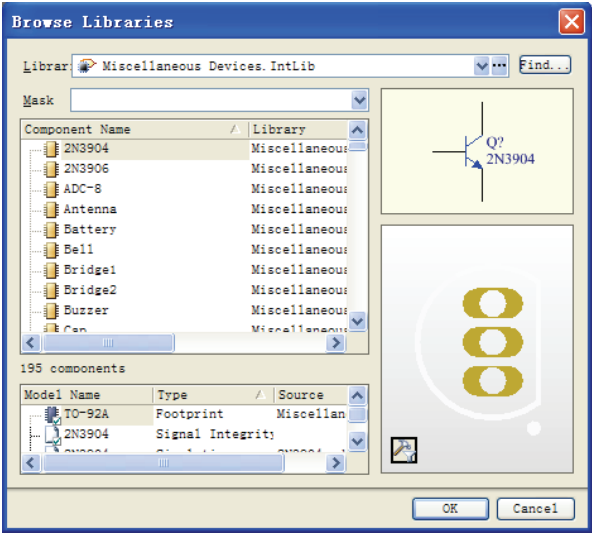

图 10-21 元件库浏览对话框
- (2) 单击  按钮,弹出元件库浏览对话框,如图 10-21 所示。
在图 10-21 的元件名称中,可以选择相应元件。
(3) 在此举例放置三极管。选中元件库中的元件“2N3904”,单击图 10-21 中的 **[OK]** 按钮,光标即可变成十字形并带着选定的元件出现在工作窗口的编辑区内,如图 10-22 所示。